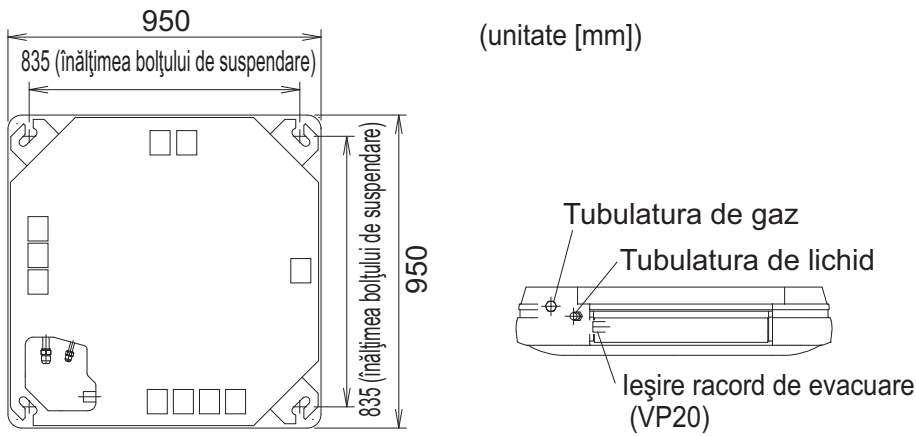
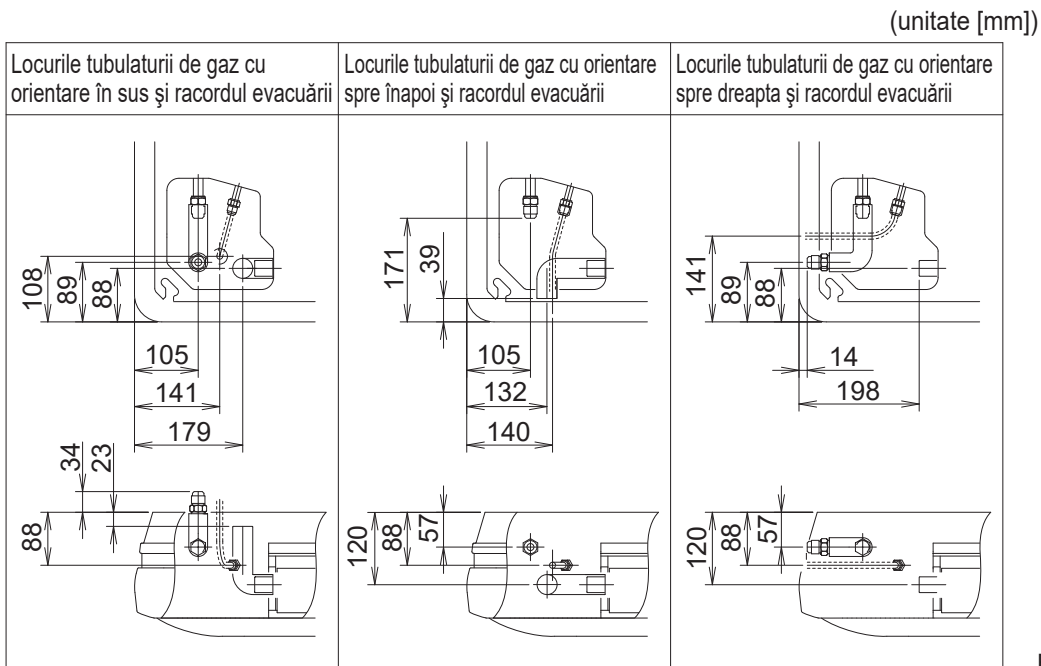

Fig. 5
Fig. 6
- (1) Verificați locurile șuruburilor de susținere a unității interioare, orificiilor de ieșire a tubulaturii, orificiului de ieșire a tubulaturii de golire și orificiului de intrare a cablajului electric. (Desenul prezintă vederea dinspre tavan.) (Consultați Fig. 5 și Fig. 6)